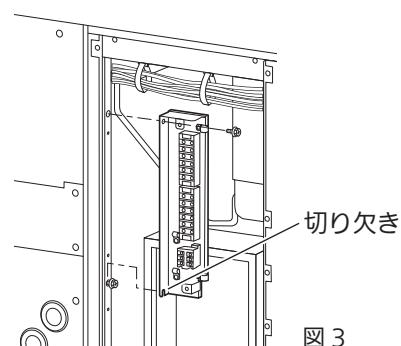

図 3
- ② 端子台ボックス左側面下側にある切り欠きに仮止めしたネジを通し位置を合わせ、上側を M6 ネジ(付属品)で固定してください。その後、仮止めのネジも本締めしてください。(図 3)